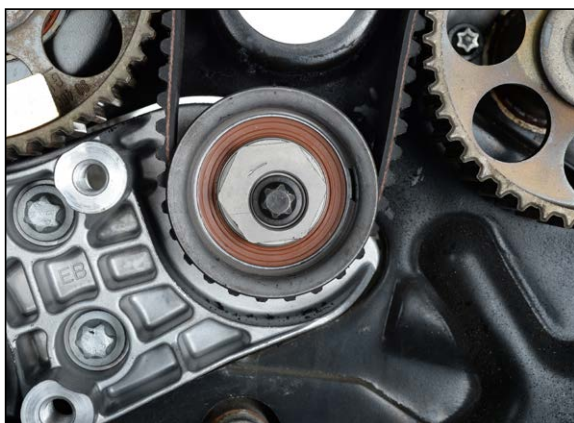

fig. 18
4. Ruotare in senso antiorario l'eccentrico del rullo tendicinghia superiore con la chiave MKM-6038 o una pinza per pompa dell'acqua fino a quando l'indicatore dell'eccentrico si trova in posizione "ore 11" (fig. 18).